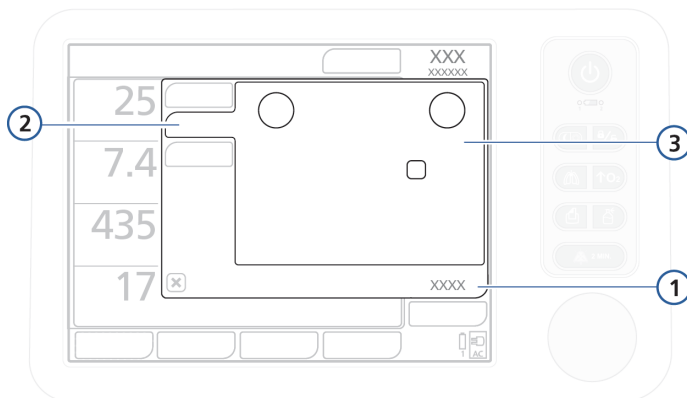

Рисунок 4-6. Настройки на вкладке «Больше» окна «Управление»
3. Откройте окно «Управление» -> «Больше» (рис. 4-6), после чего выберите и измените необходимые параметры.
2. Откройте окно «Управление» -> «Больше» (рис. 4-6), после чего выберите и измените необходимые параметры.